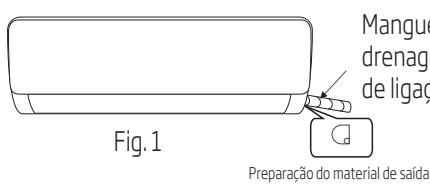
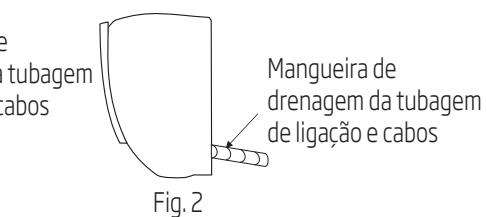

Fig. 1
Fig. 2
- Dependendo da posição da unidade, o roteamento da tubagem pode ser traçado lateralmente, da esquerda ou da direita (Fig. 1), ou verticalmente a partir de trás (Fig. 2) (dependendo do comprimento do tubo da unidade de interior). No caso de roteamento lateral, cortar a peça de saída, do lado oposto.